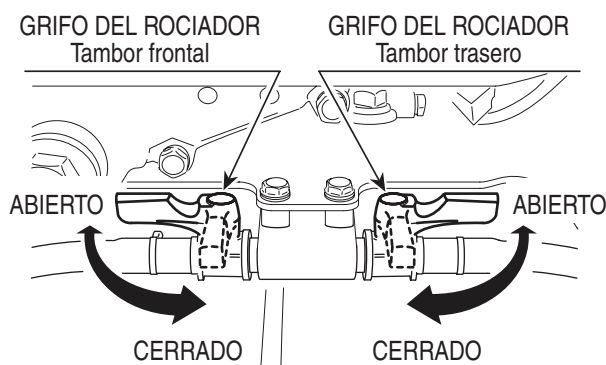

Figura 18. Grifos de agua
3. Abra los grifos de agua de los tambores frontales y traseros para iniciar el rociado. (Figura 18).